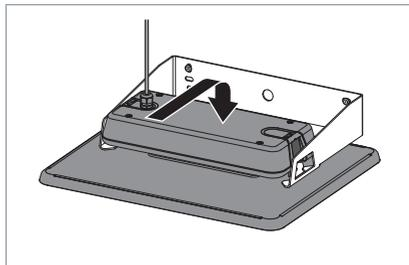

Fig. 6: Fäst armaturen på väggfästet.
- ▶ Fäst armaturen på väggfästet, se Fig. 6.